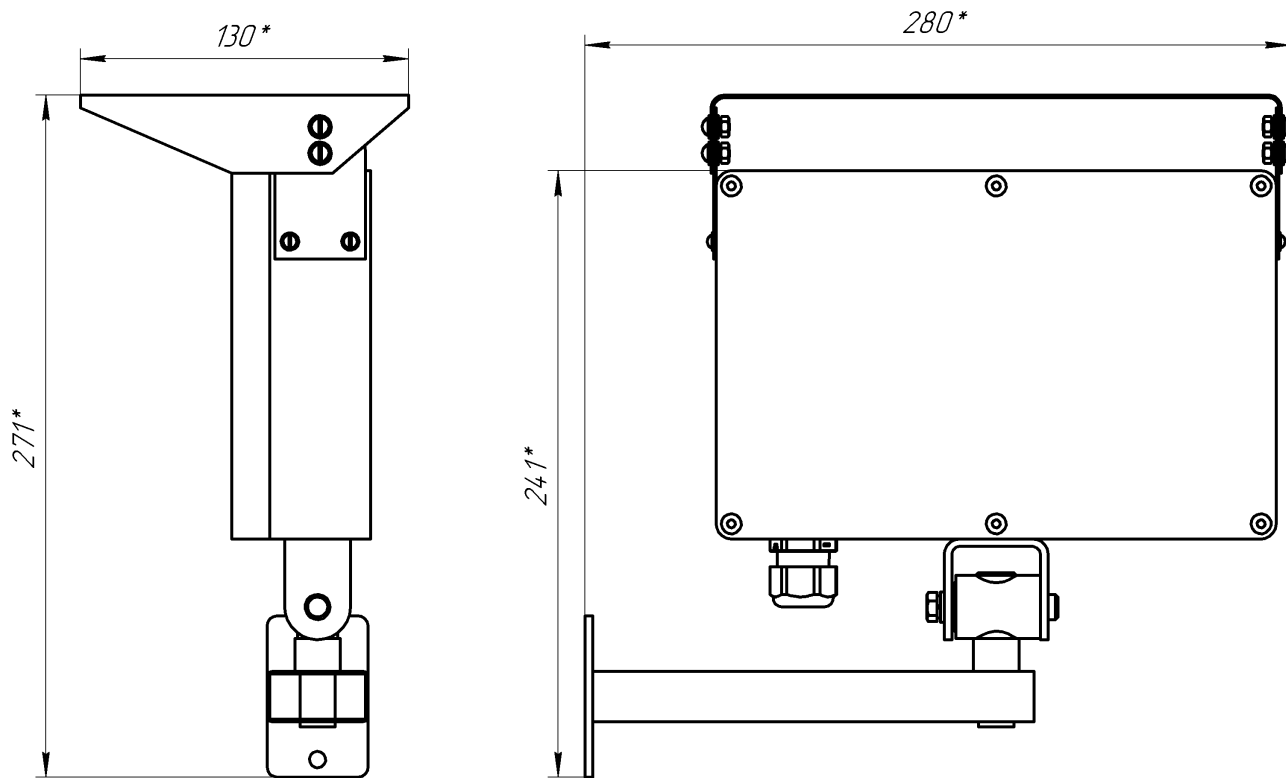

Рисунок 15 – Габаритные размеры извещателя с КМ1.
- 1.4.2.12. Ориентировочные габаритные размеры извещателя с КМ1 приведены на рисунке. (Рисунок 15)